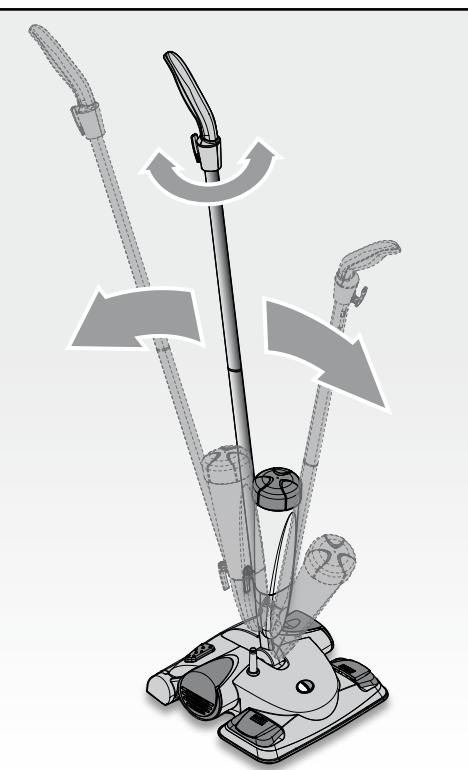

Fig. 3
L'aspirazione e l'emissione di vapore sono azionate con la semplice inclinazione del manico (I): il passaggio da una funzione all'altra è possibile mediante inversione dell'inclinazione del manico (I) e senso di utilizzo (Fig. 3). Il manico potrà essere conseguentemente ruotato di 180° per assecondare il senso di marcia.